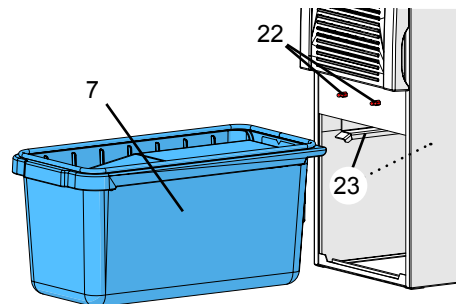

рис. 16
- ⇒ Проверьте уплотнители ящика для пыли (24) на наличие повреждений, в случае необходимости замените.
- ⇒ Задвиньте ящик для пыли до упора. При этом следите за тем, чтобы ящик для пыли был правильно вставлен (23, рис.16).
- ⇒ Подвесьте снизу фронтальную заслонку (5, рис.1) и защелкните фиксаторы (22, рис.16) сверху.